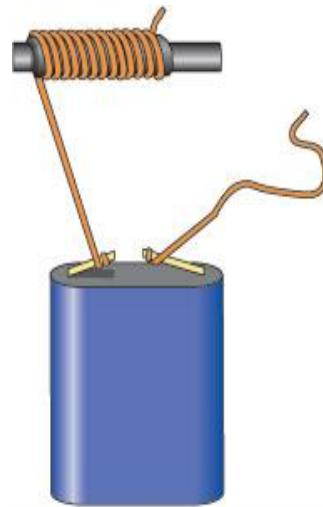

Imagen 3.1 Electroimán conectado a una batería.
- **Fuente de energía:** Puede usarse una batería de 9V o una fuente de corriente regulada para proporcionar la electricidad necesaria, esto se puede observar en la *Imagen 3.1*. Esta fuente es esencial, ya que su voltaje y capacidad de corriente afectan directamente la intensidad del campo magnético producido.